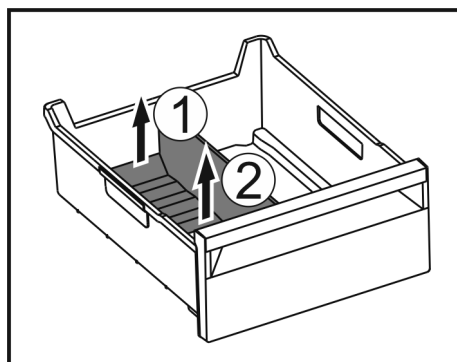

Fig. 117
- Zvedněte zadní část přepážky přihrádky na led. Fig. 117 (1)
- Přepážku přihrádky na led vyjměte nahoru. Fig. 117 (2)